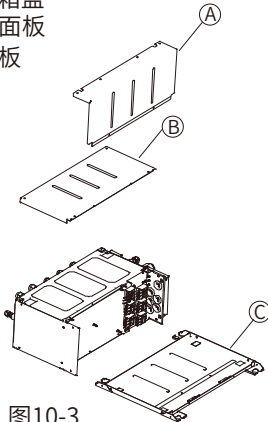

图10-3
- ② 卸下电气箱盖、维修面板和顶面板 (图10-3)
- ①电气箱盖
- ②维修面板
- ③顶面板